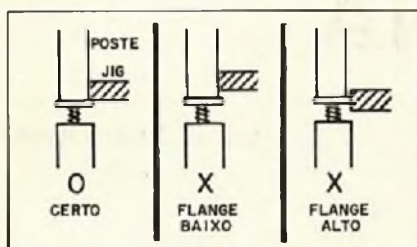

Figura 6
5. Caso seja necessário ajustar, gire o parafuso do poste correspondente colocando o flange alinhado pelo jig de ajuste de altura, conforme mostra a figura 6.